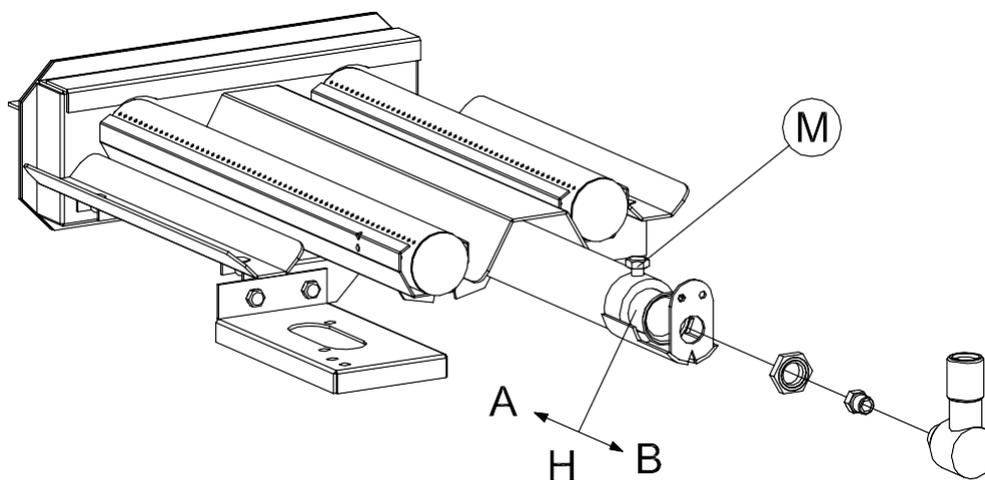

Fig. 2
*** Control de aire primario (Fig. 2).**